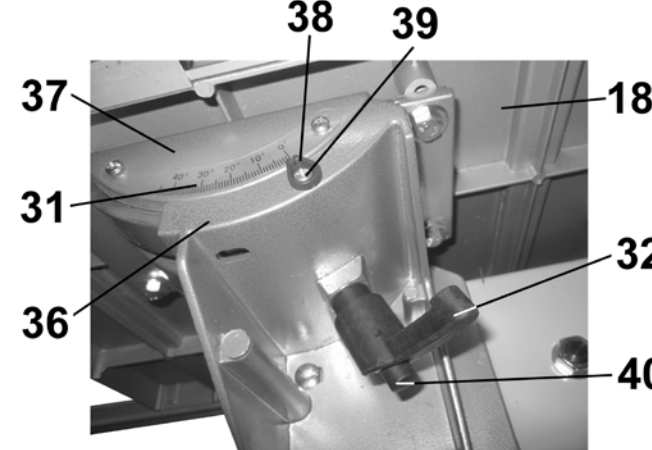

Рис. 4
10.1. Установка рабочего стола (Рис. 4)
10.1.1. С рабочего стола (18) демонтируйте болт с гайкой (60), Рис.10. С поворотной опоры (37) рабочего стола (18) выкрутите ручку фиксации (32). На опорный кронштейн (36) установите рабочий стол (18), как показано на Рис.4. Для удобства закрепления рабочего стола (18) предусмотрена переставная ручка (32) – большим пальцем упереться в ось (40), оттянуть ручку (32), установить в удобное положение, после чего продолжать поворачивать ручку (32). Скрепите рабочий стол (18), для чего установите болт с гайкой (60).
11.1. Установка рабочего стола под прямым углом к пильной ленте (Рис. 4)
11.2. Установка рабочего стола под углом к пильной ленте (Рис.4)